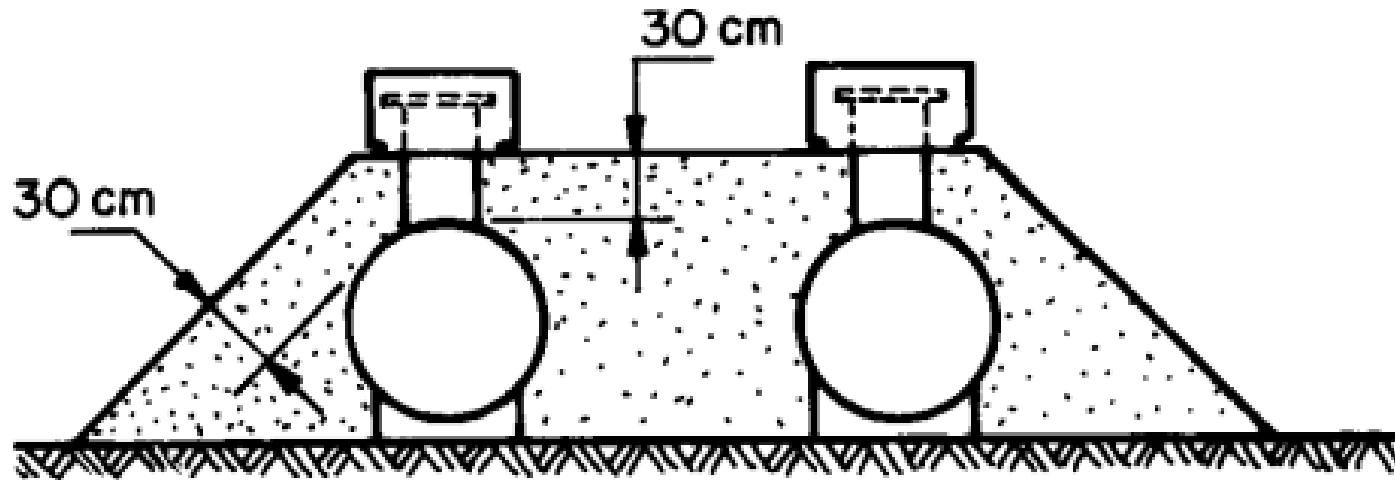

Figura 1 - Central aterrada com recipientes instalados sob talude
- ▶ Central cujo(s) recipiente(s) estacionário(s) está(ão) protegidos por taludes com recobrimento de terra compactada mantendo 0,30 m, no mínimo, de qualquer ponto do(s) costado(s) do(s) recipiente(s), conforme a Figura 1.